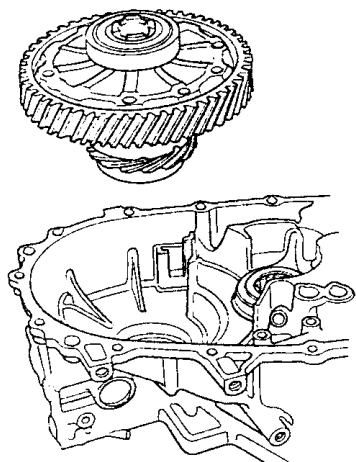

图 4-126 安装差速器总成
2) 如图 4-126 所示，将差速器总成安装到离合器壳体上。